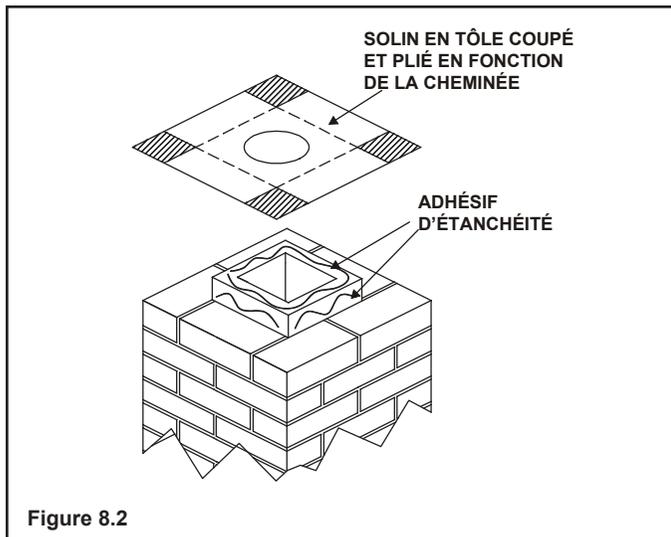

Figure 8.2
- Taillez la plaque supérieure de la cheminée afin de réduire un surplomb excessif ou qu'elle ne soit pas pliée sur le conduit de fumée (voir la Figure 8.2).